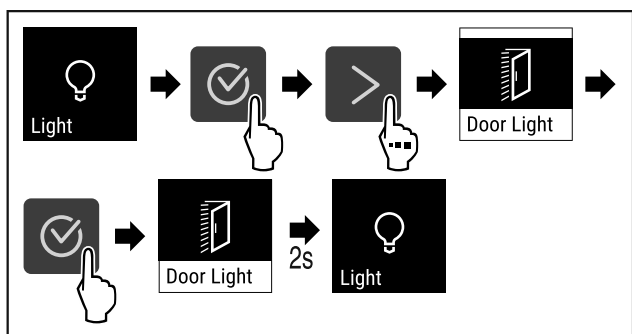

Fig. 70
► Udfør handlingstrinene (se Fig. 70).